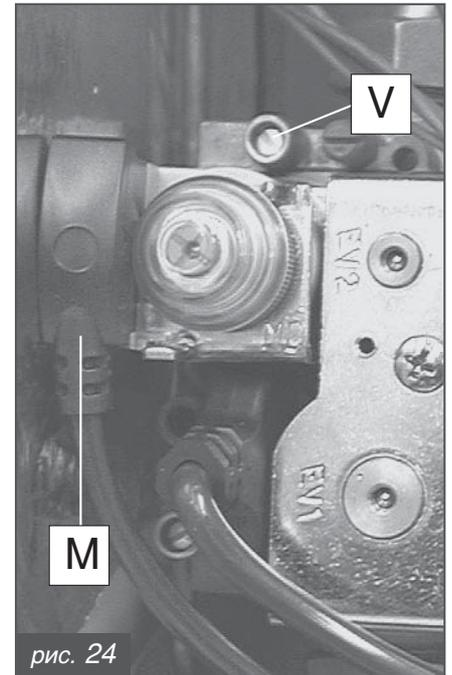

рис. 24
- соединить манометр к ниппелю отбора давления V (рис. 24);
- отсоединить электроколodку бобины модулятора (M на рис. 24);